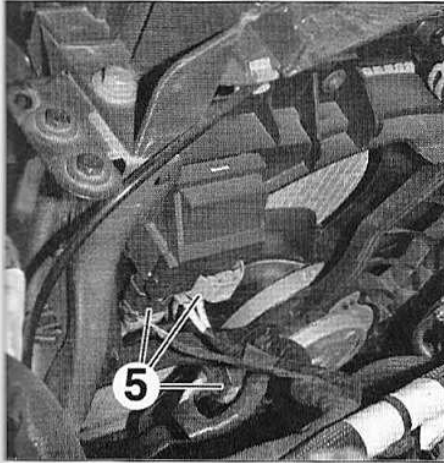

FIG.25
- les connecteurs (5) du motoventilateur (Fig.25),